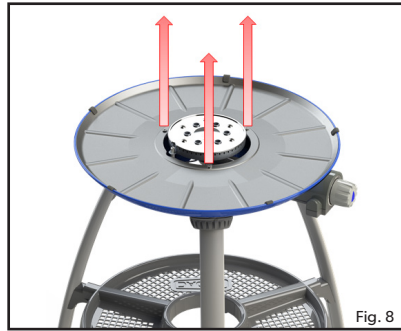
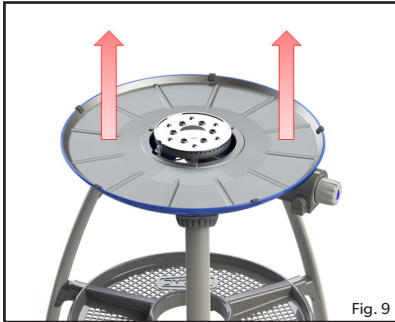
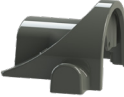

Fig. 8
Fig. 9
Fig. 10
- **Para cambiar el inyector:** Retire los tres tornillos de la placa de protección térmica (fig. 8). Retire la placa de protección térmica (fig. 9), teniendo cuidado de no dañar el electrodo piezoeléctrico. El inyector ahora se puede retirar con una llave adecuada (fig. 10). No utilice alicates en el inyector, ya que pueden dañarlo, dejarlo inutilizable o imposible de retirar. Atornille el inyector de nuevo en la válvula. No apriete demasiado el inyector, ya que podría dañarlo.